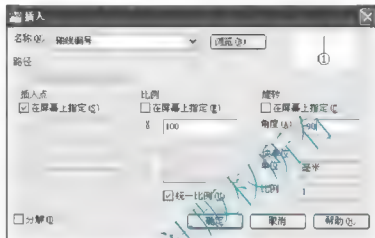

图 3.103 【插入】对话框
(1) 在命令行输入“I”后按 Enter 键, 打开【插入】对话框, 其中的参数设置如图 3.103 所示, 单击【确定】按钮关闭对话框。